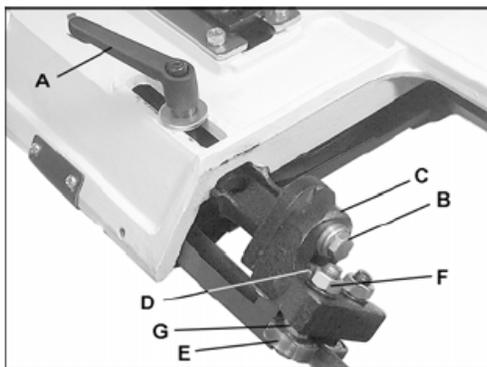

Рис.9
Открутите винт (B, Рис.9) и отрегулируйте блок (C) с опорным подшипником (D) на расстоянии приблизительно 0,1 мм от полотна пилы.